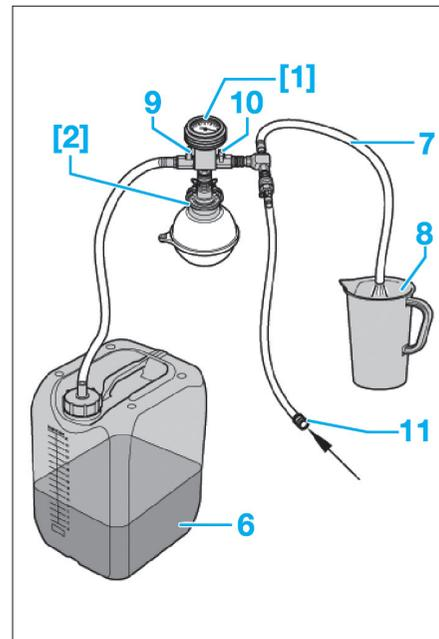

Fig. 34
- Visser l'adaptateur [2] sur le vase d'expansion (Fig.34).
- Placer le flexible d'évacuation d'air (7) dans le récipient (8)
- Fermer les deux clapets (9) et (10) en tournant le levier de telle sorte qu'il soit perpendiculaire par rapport au sens d'écoulement.
- Brancher le flexible (11) sur l'air comprimé (pression de 6 à 10 bars).
- Ouvrir le clapet (10) en tournant le levier dans le sens d'écoulement, une dépression est créée dans le circuit de refroidissement.
- Ouvrir également le clapet (9) de manière brève en tournant le levier dans le sens d'écoulement de sorte que le flexible du réservoir (6) se remplisse de liquide de refroidissement.
- Refermer le clapet (9).
- Laisser le clapet (10) ouvert deux minutes de plus et fermer le clapet.